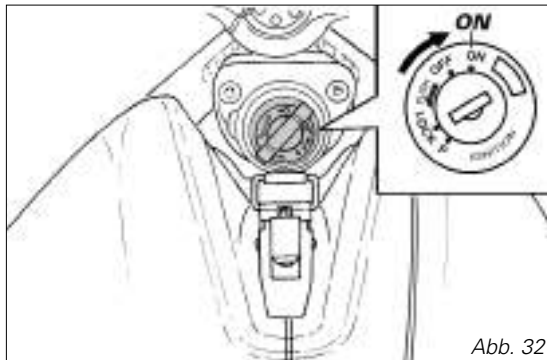

Abb. 32
1) Den Zündschalter auf die Angabe **ON** (Abb. 32) drehen und prüfen, ob die grüne **N** und die rote Kontrollleuchte  auf dem Instrumentenbrett aufleuchten.